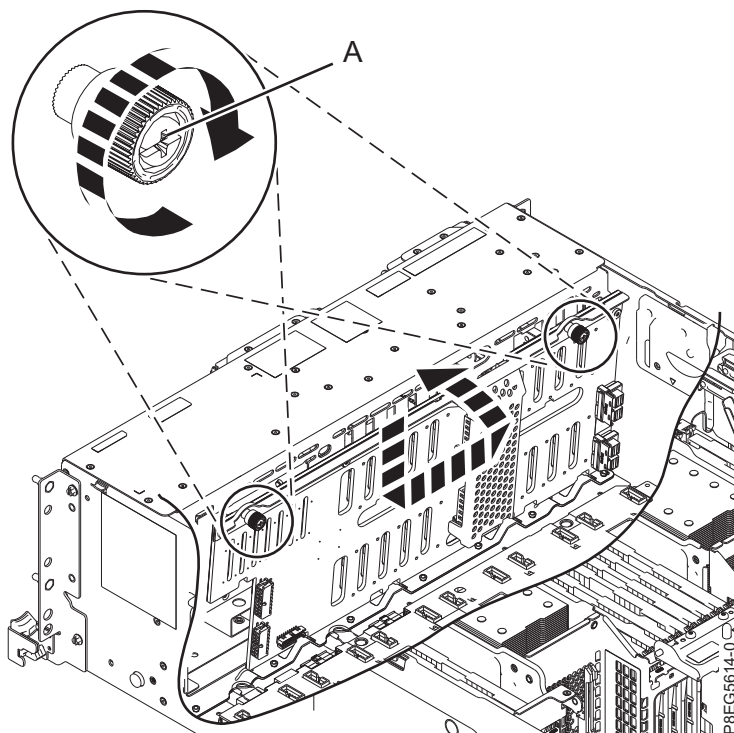

Figura 17. Substituindo o painel traseiro da unidade de disco
3. Usando a base na parte superior do painel traseiro da unidade de disco e voltado para a frente do sistema, substitua o painel traseiro. Incline-o para a parte traseira e abaixe-o no chassi. Alinhe os recortes do painel traseiro com as guias no chassi para inseri-lo no sistema. Deslize o painel traseiro para o lado, conforme é mostrado na Figura 17 na página 19.
4. Aperte cuidadosamente os parafusos de aperto manual (A) até que cada um esteja preso ao chassi do sistema.